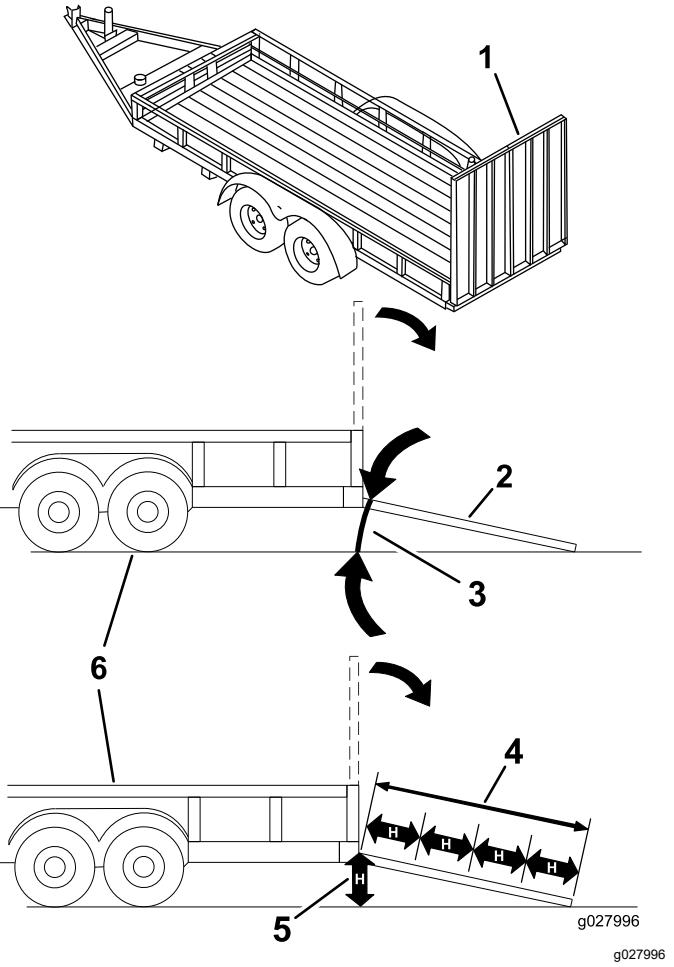

Bild 33
Das Laden einer Maschine auf einen Anhänger oder einen Lastwagen erhöht die Umkippgefahr und könnte schwere oder tödliche Verletzungen verursachen (Bild 33).
3. Senken Sie die Rampe ab und stellen Sie sicher, dass der Winkel zwischen der Rampe und dem Boden höchstens 15 Grad beträgt (Bild 33).
1. Senken Sie die Rampe ab und stellen Sie sicher, dass der Winkel zwischen der Rampe und dem Boden höchstens 15 Grad beträgt (Bild 33).